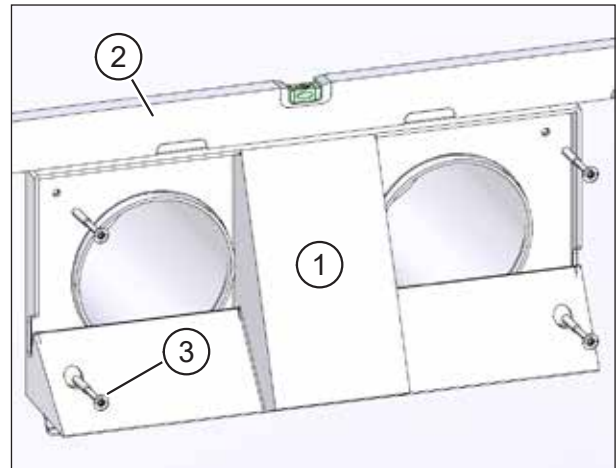

Abb. 10: Grundplatte befestigen
- ▶ Setzen Sie die Grundplatte (Pos. 1 in Abb. 10) vorsichtig und lagerichtig auf die Lüftungsrohre auf. Achten Sie darauf, dass die Dichtungen nicht beschädigt werden.
- ▶ Richten Sie die Grundplatte mit einer Wasserwaage (siehe Pos. 2 in Abb. 10) lotrecht aus.
- ▶ Befestigen Sie die Grundplatte mit den vier mitgelieferten Schrauben (Pos. 3 in Abb. 10).